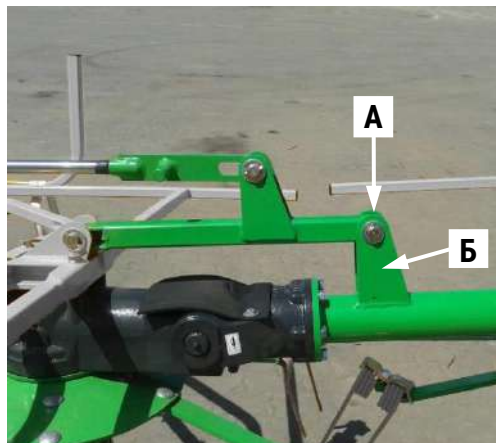

Рис. 20. Установленный рычаг сервомотора
- ❑ установить ранее демонтированный шкворень **А** в способ указанный на **Рис. 20**,